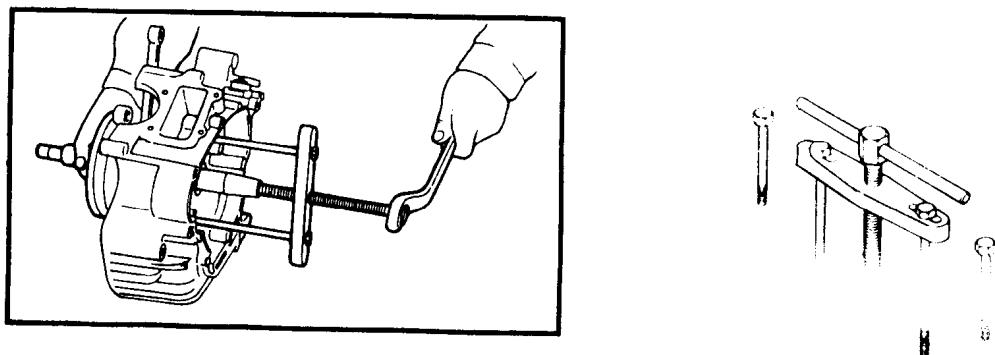

图 1-16
(5) 曲轴箱分离工具见图 1-16 (90890-01135)。